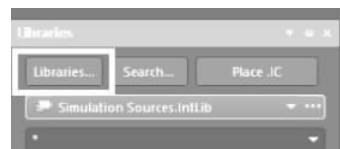
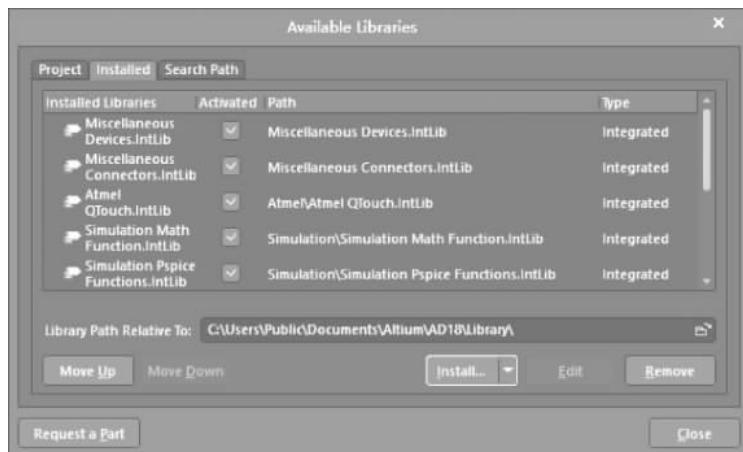

图 3-1 元器件库浏览界面
图 3-2 添加库浏览界面
- (1) 在当前 AD 主界面工具栏下单击  按钮, 打开如图 3-1 所示的元器件库浏览界面(若没有,可在 Design 中找到)。
- (2) 在图 3-1 所示的界面内,单击 Libraries 按钮,打开如图 3-2 所示的 Available Libraries(可利用的库)界面,选择 Installed 标签。
(3) 单击图 3-2 界面下方的 Install 按钮。